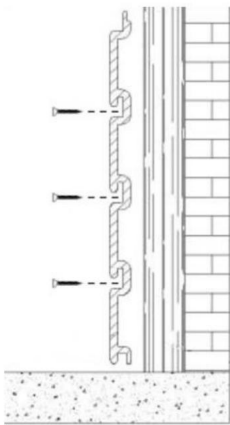
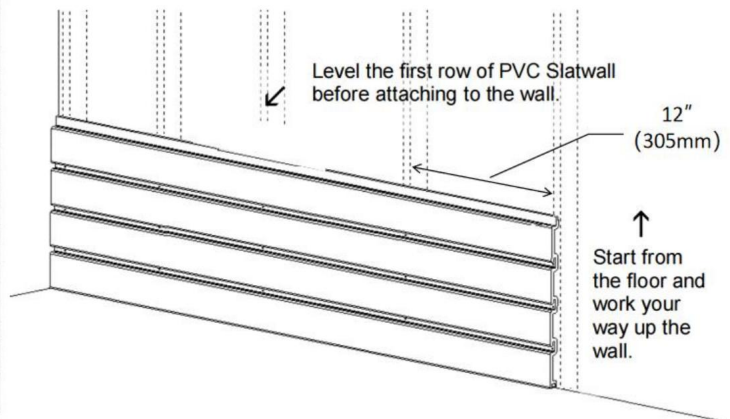

Figura 2
Figura 3
2. Se recomienda instalar las tiras de madera en la pared a intervalos de 12" (305 mm). Luego, instale los tornillos en las ranuras de los paneles de la pared, como se muestra en la Figura 2 y la Figura 3. Asegúrese de nivelar el panel de listones antes de atornillarlos en los montantes de madera. Atornille el panel de listones; se recomienda un torque de taladro eléctrico de 18-38 NM.